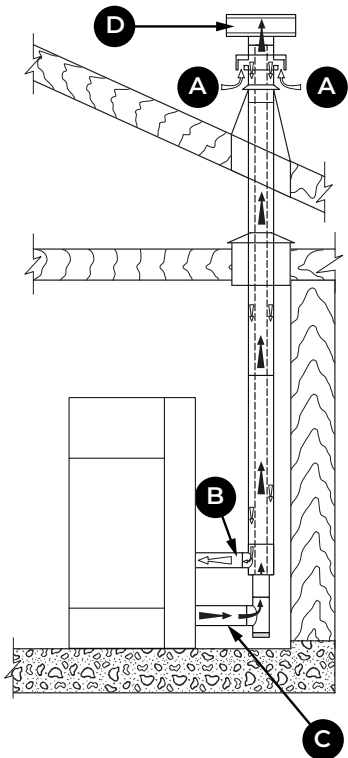
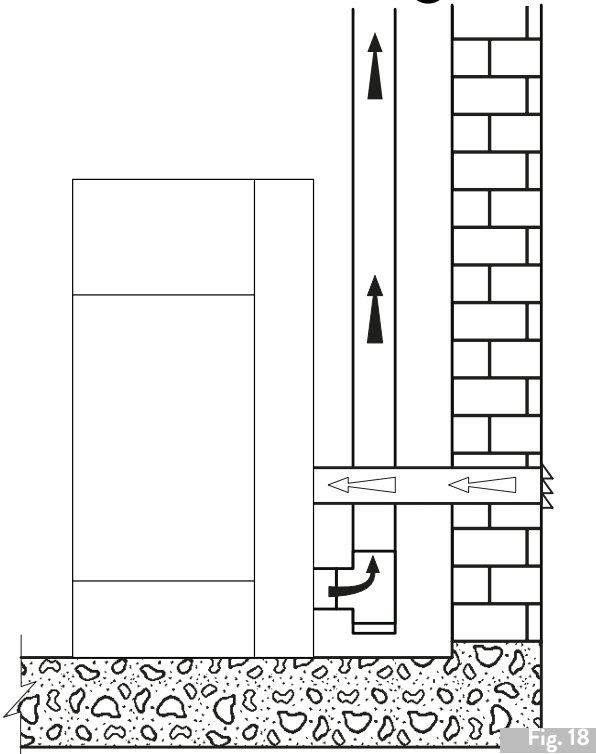

Fig. 17
Fig. 18
- Retirer la tôle pré-coupée (D) sur le panneau arrière (C) et faire passer le tuyau flexible (E) pour le raccorder à une prise d'air externe («Fig. 17»).
- Serrer le tuyau (E) avec le collier métallique (F) précédemment desserré.
- Raccorder le tube d'évacuation de la fumée (G) («Fig. 18»).